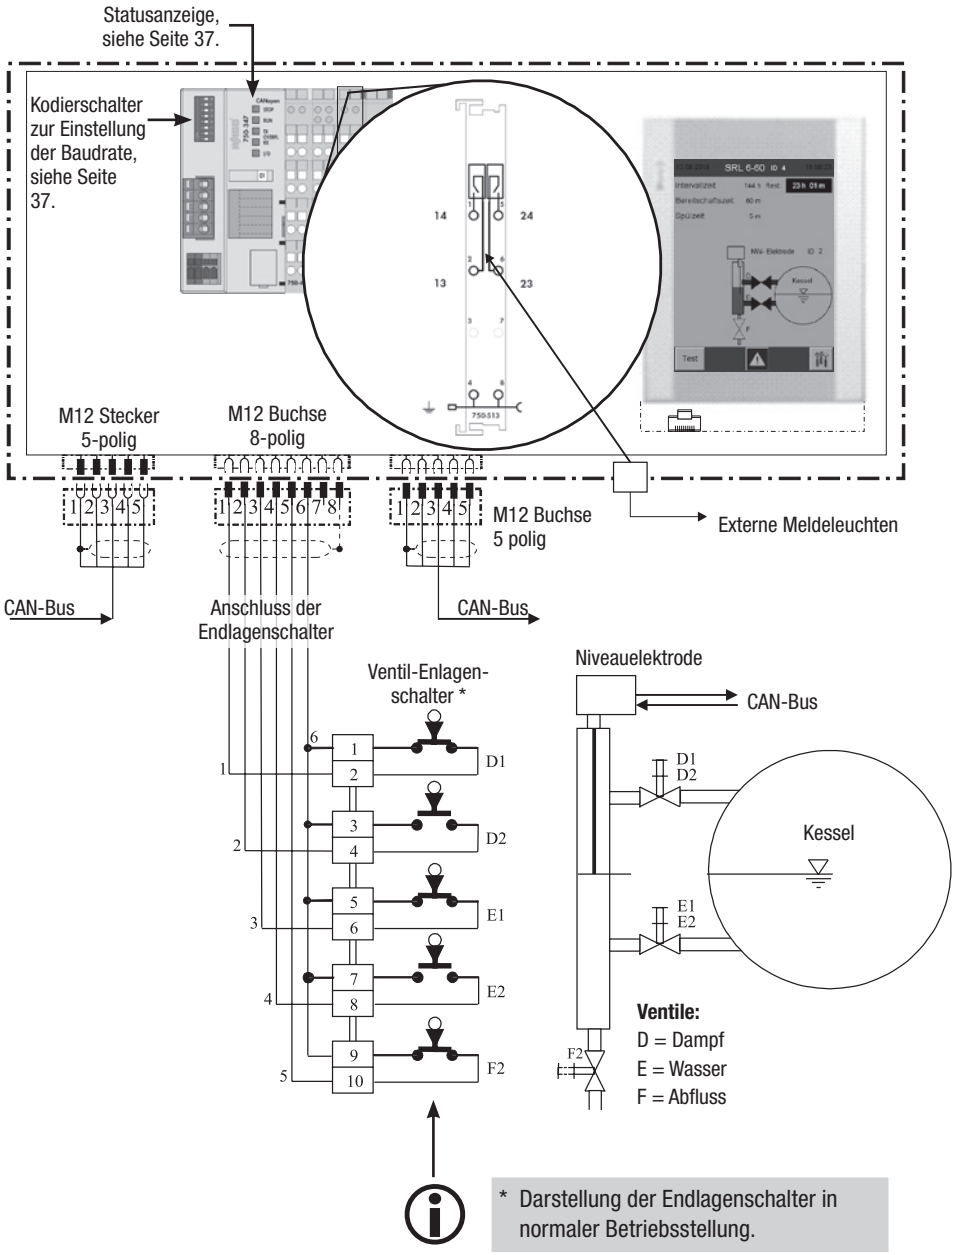

Fig. 10
- Schließen Sie die Überwachungslogik und alle zugehörigen Komponenten gemäß dem Anschlussplan Fig. 10 (siehe Seite 22) in dieser Anleitung an.